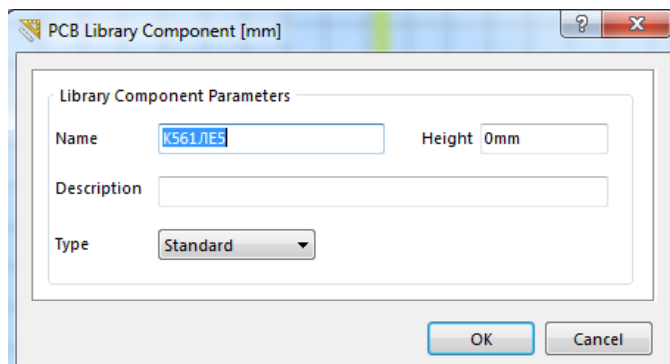

Рис. 3.7
11) У вікні, що відкрилося (Рис. 3.7), у полі **Height** впишіть значення 5,1 мм, згідно висоти корпусу мікросхеми та натисніть **ОК**.